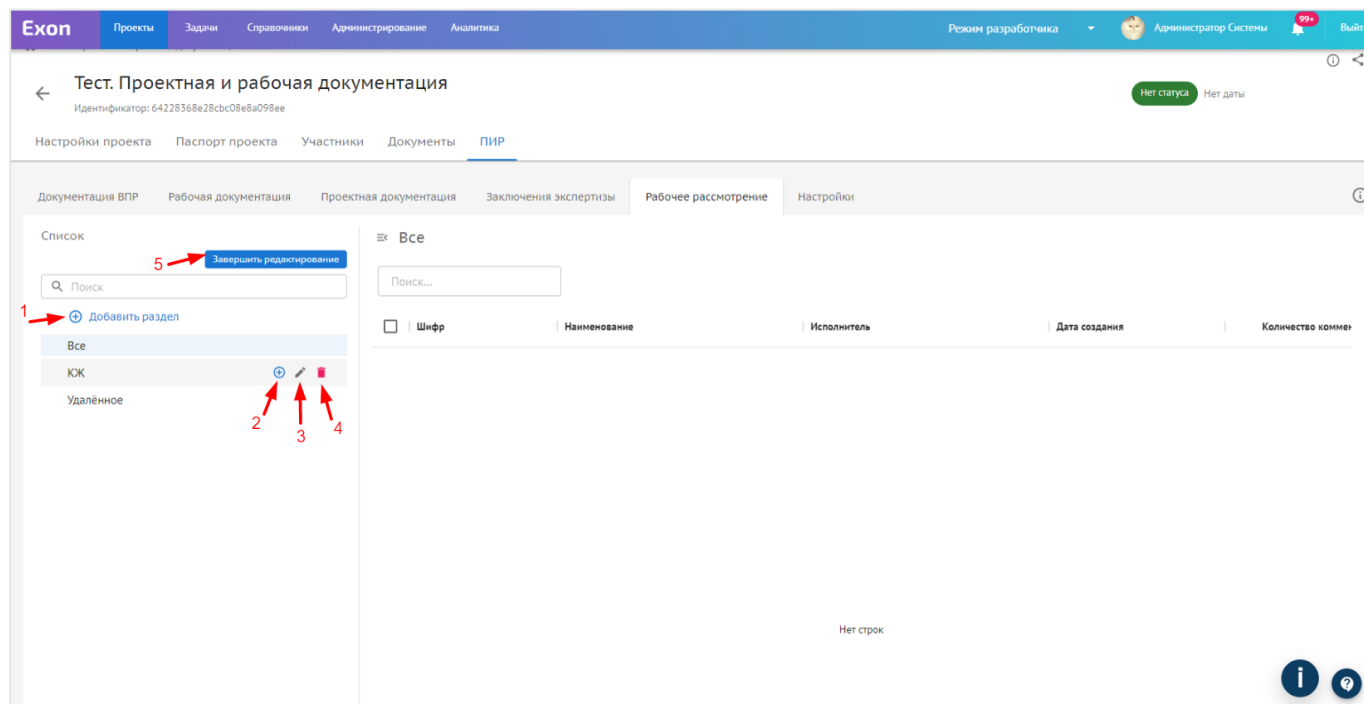

Рис. 102 - Создание разделов
1. Создать раздел (1), в который будет загружаться файл. Разделы можно редактировать, а именно: создавать подразделы (2), переименовывать (3), удалять (4) (если в раздел не был загружен файл), после создания списка разделов необходимо завершить редактирование (5) (рис. 102);